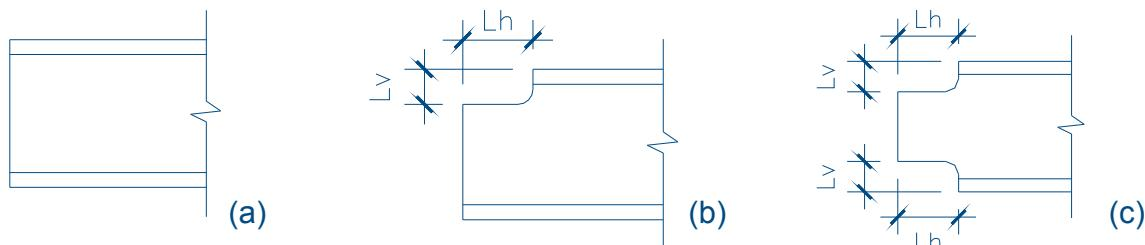

Figura 2 - Recortes nas extremidades das vigas
- (a) Viga sem recorte (ver figura 2.a)
- (b) Viga com um recorte na mesa superior (ver figura 2.b)
- (c) Viga com dois recortes (ver figura 2.c)